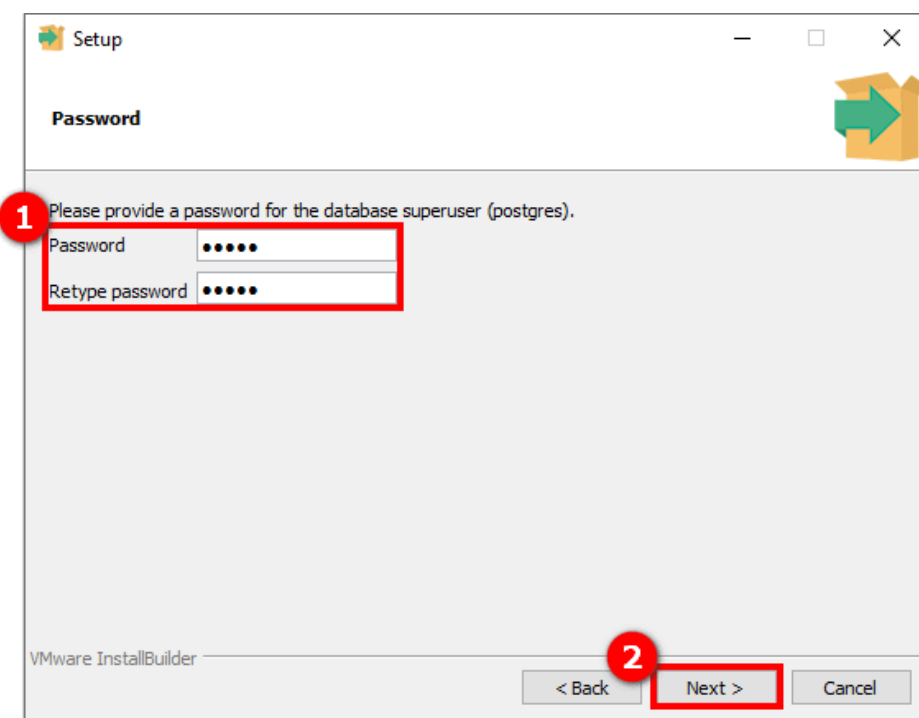

Рисунок 7 – Окно установки СУБД PostgreSQL
Указываем пароль для администратора **PostgreSQL** (1) (см. рисунок 7) и нажимаем кнопку **Next** (2).